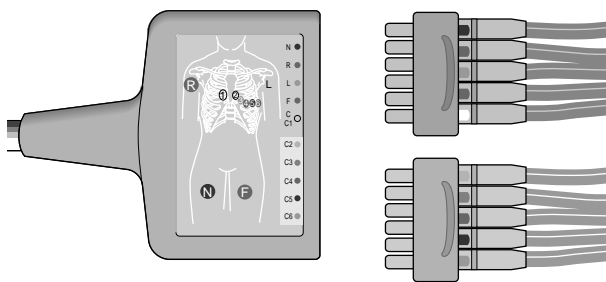

Bild 7-3. Verbinden der Elektrodenleitungen mit der Patientenleitungen
- Stecken Sie einen Block (bei 5 Elektroden) oder beide Blöcke mit den Elektrodenleitungen in den Verteiler der Patientenleitung (Bild 7-3).